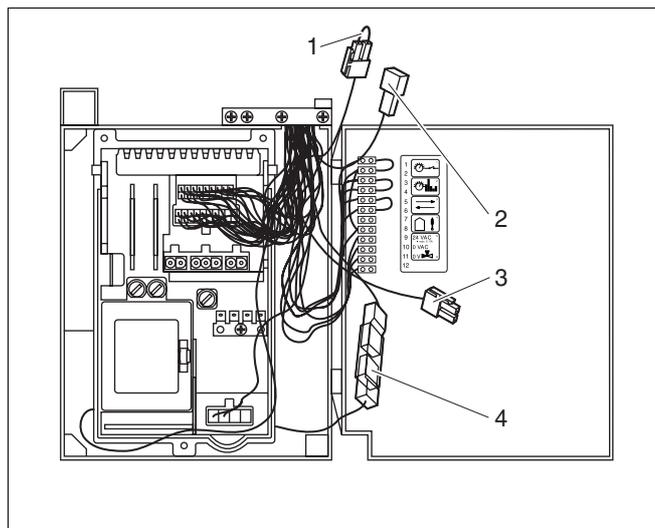

Fig. 9 Raccordements pour boiler externe, deuxième vanne magnétique, pompe à modulation et contact de commutation externe
- Enlever le pontage. (fig. 9, pos. 1)
- Raccorder l'unité de commutation pour deuxième vanne magnétique (accessoire) sur la fiche verte (fig. 9, pos. 2).
- Raccorder la pompe à modulation (accessoire) sur la fiche (fig. 9, pos. 3).
- Intégrer le contact de commutation (fig. 9, pos. 4) dans la série et sans potentiel.